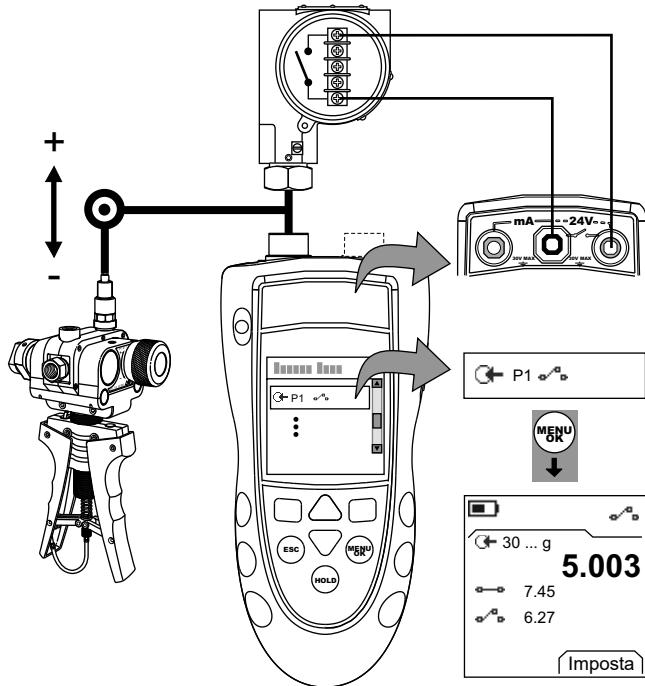

Figura 4: Esempio di configurazione - Test del pressostato
- Collegare lo strumento (Figura 4) e, se necessario, modificarne il *Setup* (Tabella 1).